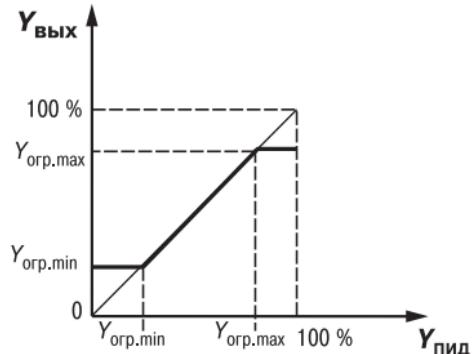

Рис. 9
- максимальный $Y_{\text{огр.} \max}$ и минимальный $Y_{\text{огр.} \min}$ (**рис. 9**).